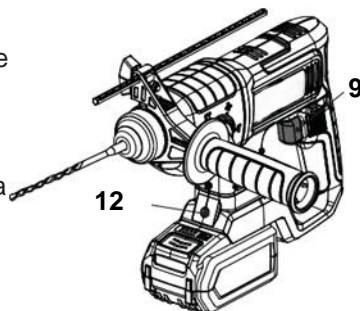

Fig. 14
La luz de trabajo LED (12) se encenderá cuando se presione ligeramente el gatillo del interruptor de encendido/apagado (9), y se apagará automáticamente un poco después de haber soltado el gatillo del interruptor de encendido/apagado (9) (Fig. 14). Esto proporciona luz adicional a la superficie de trabajo para operar en condiciones de baja iluminación.